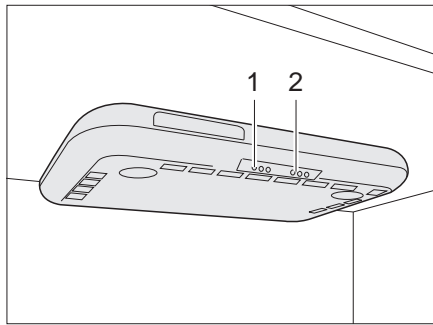

Fig. 228 Hotte aspirante
- Allumer et éteindre la hotte aspirante avec l'interrupteur (Fig. 228,1).
- Allumer et éteindre les éclairages de la cuisine avec l'interrupteur (Fig. 228,2).